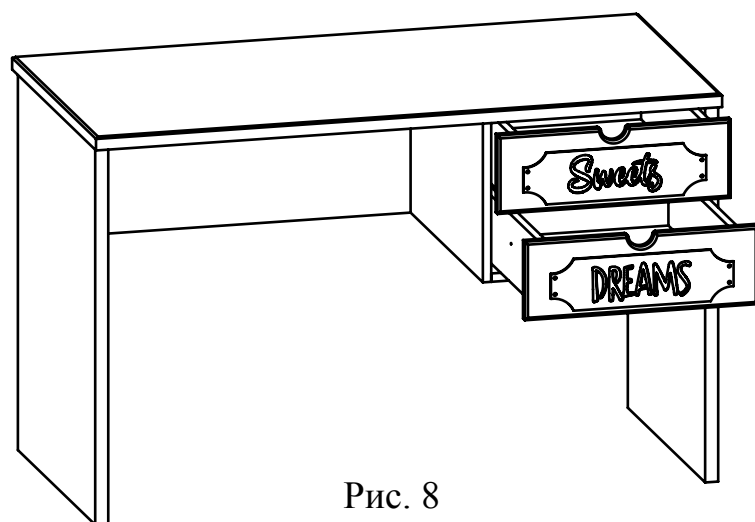

Рис. 8
8. В корпус стола установите ящики (Рис. 8).